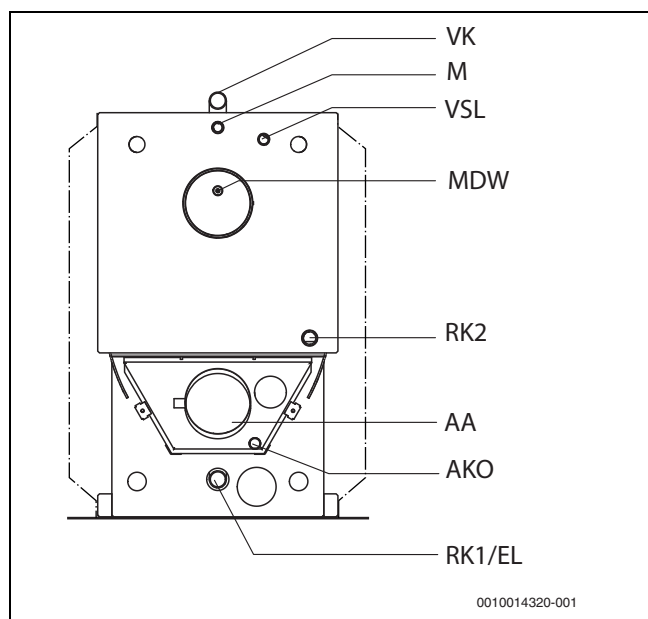

Fig. 12 Ligações da caldeira
- Válvula de segurança na ligação da tubagem de segurança do avanço [VSL] (→ fig. 12, página 20).